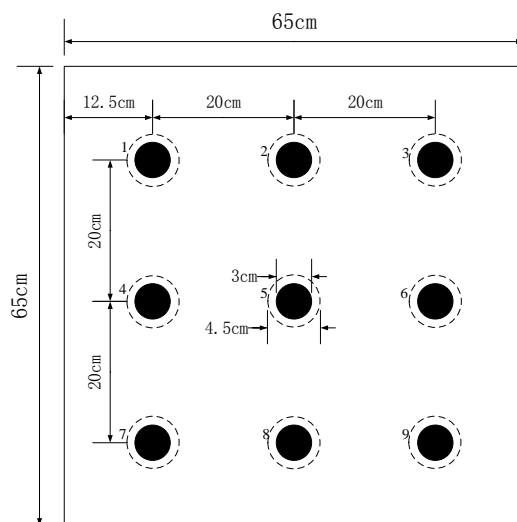

图 1 平板位置分布示意图
在边长为 65cm 光滑的正方形平板上均匀分布着 9 个外径 3cm 的圆形区域，其编号分别为 1~9 号，位置如图 1 所示。设计一控制系统，通过控制平板的倾斜，使直径不大于 2.5cm 的小球能够按照指定的要求在平板上完成各种动作，并从动作开始计时并显示，单位为秒。
- (1) 平板的长宽不得大于图 1 中标注尺寸；1~9 号圆形区域外径为 3cm，相邻两个区域中心距为 20cm；1~9 区域内可选择加工外径不超过 3cm 的凹陷；
- (2) 平板及 1-9 号圆形区域的颜色可自行决定；
- (3) 自行设计平板的支撑（或悬挂）结构，选择执行机构，但不得使用商品化产品；检测小球运动的方式不限；若平板机构上无自制电路，则无需密封包装，可随身携带至测试现场；
- (4) 平板可采用木质（细木工板、多层夹板）、金属、有机玻璃、硬塑料等材质，其表面应平滑，不得敷设其他材料，且边缘无凸起；
- (5) 小球需采用坚硬、均匀材质，小球直径不大于 2.5cm；
- (6) 控制运动过程中，除自身重力、平板支撑力及摩擦力外，小球不应受到任何外力的作用。